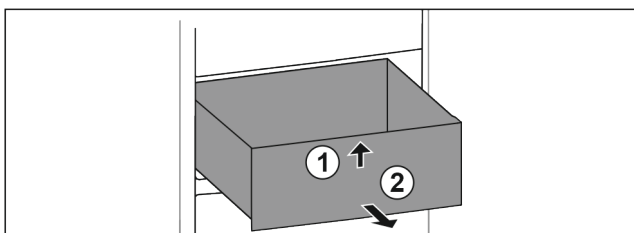

Fig. 66
- ▶ Predal spredaj dvignite. Fig. 66 (1)
- ▶ Predal vzemite ven v smeri naprej. Fig. 66 (2)